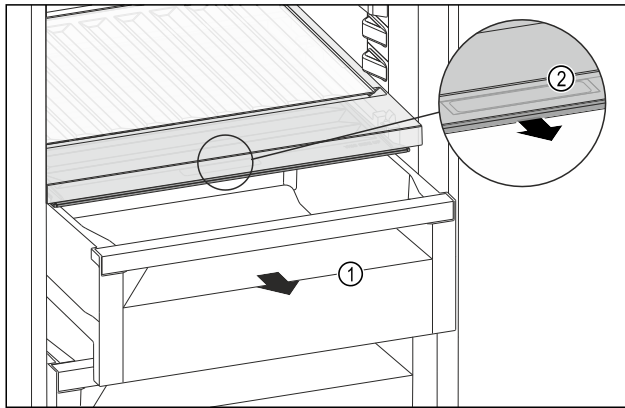

Fig. 214
- Schubfach Fig. 214 (1) herausziehen.
- Griffmulde Fig. 214 (2) am Fachdeckel anfassen und Fachdeckel gleichzeitig nach vorne ziehen.